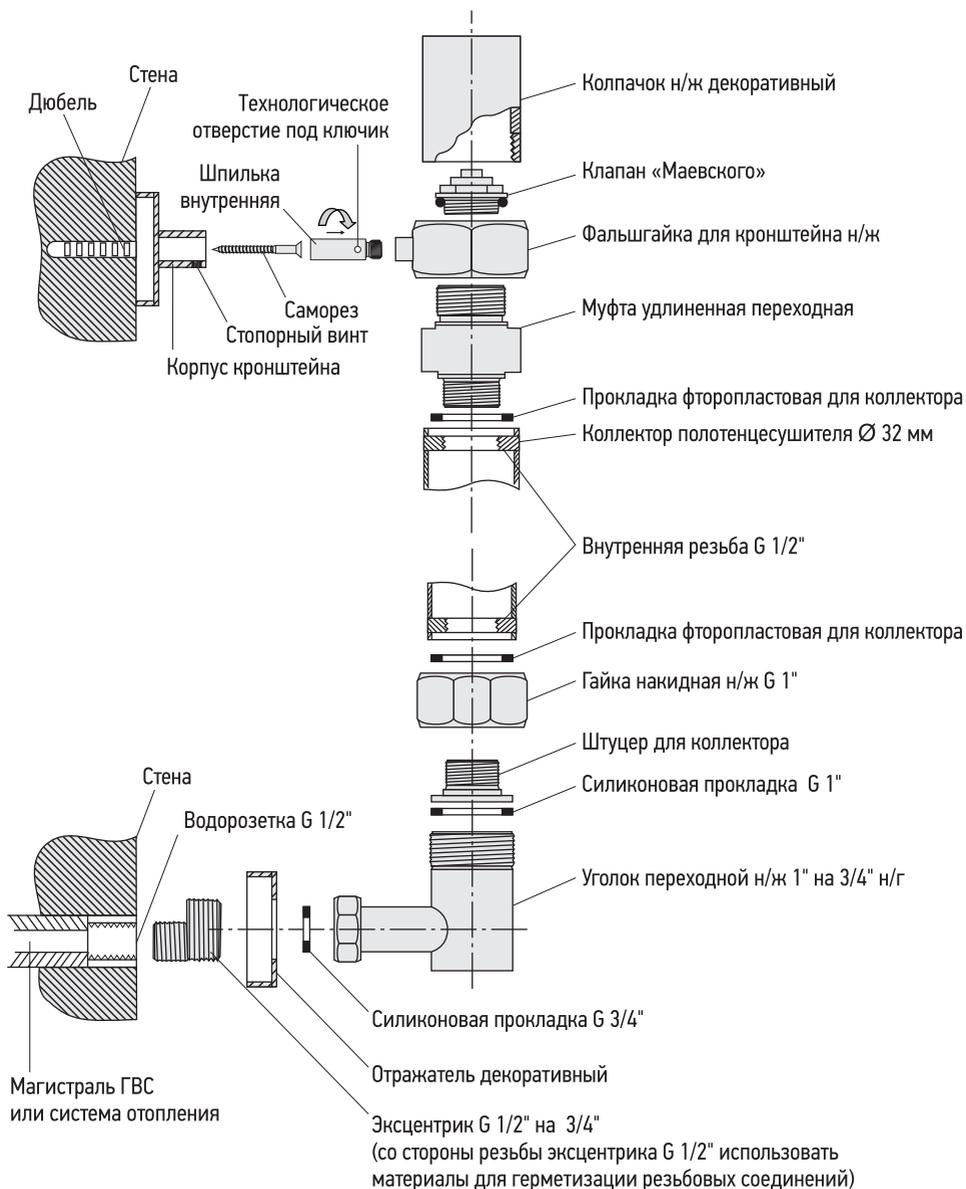

Рис. 7
3.1. Схема монтажа и подключения полотенцесушителя к системе ГВС или отопления (рис.7).
Полотенцесушитель комплектуется согласно схеме монтажа (рис. 7):
3.4. Полотенцесушитель бытовой (дизайн-радиатор) крепится к стене телескопическими кронштейнами, что позволяет регулировать расстояние до стены (рис. 7).
4.5. Монтаж полотенцесушителя производить согласно схеме (см. рис. 7).
4.6. Для герметизации резьбовых соединений производитель комплектует изделие прокладками собственного изготовления (см. п. 3.3.8, п. 3.3.9, п. 3.3.10 и рис. 7).